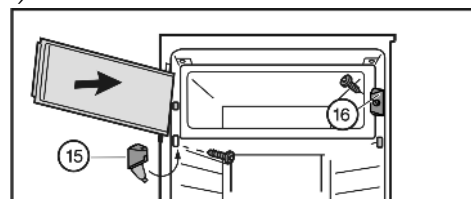

Fig. 7
- ▶ Verschlussstück Fig. 7 (16) montieren.
- ▶ Lagerbock Fig. 7 (15) montieren und Abdeckung zuklappen.